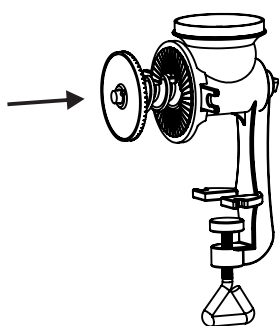

Figura 2
1 - Primeiramente encaixe a navalha fixa (item 8) na entrada do corpo do moinho. Em seguida, insira o eixo propulsor juntamente com a navalha giratória (que já está fixada no eixo) dentro do corpo do moinho como mostra a figura 2.